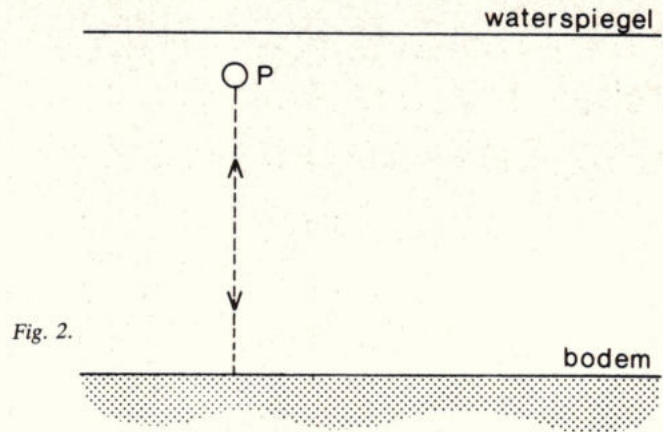

Fig. 2.
2. In punt P bevinden zich de trillingsbron en de ontvanger van een echolood (zie fig. 2). De bron zendt een trilling uit met een frequentie van 22 kHz, waarbij de golflengte 6 cm bedraagt. Tussen het inschakelen van de bron en het ontvangen van het aan de bodem gereflecteerde signaal verloopt een tijd van 800 ms. Bepaal de afstand van P tot de bodem.